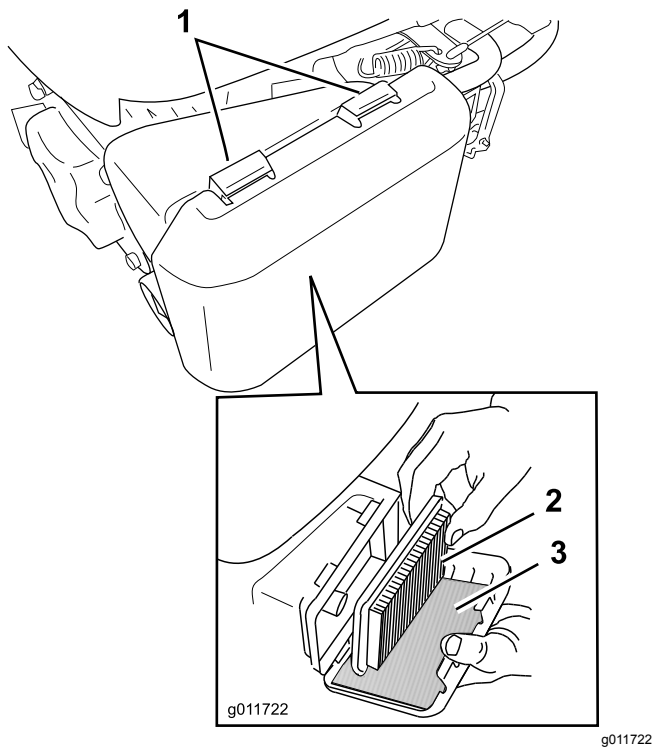

Figura 24
1. Presione hacia abajo los cierres de la parte superior de la tapa del filtro de aire (Figura 24).
3. Retire el filtro de aire de papel y el pre-filtro de gomaespuma (Figura 24).